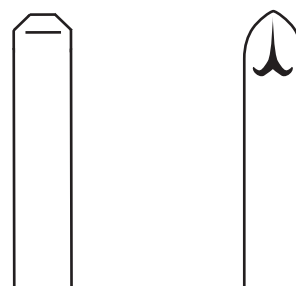

Рис. 5 Разная форма наконечника стержня
2.6. Форма наконечника стержня также может быть либо острым наконечником, либо «рубленой» (рис. 5)